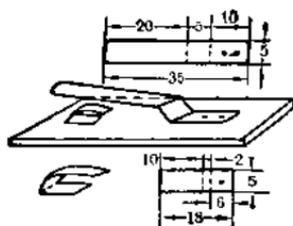

图 6
(2) 电键式开关 照图 6 的尺寸剪取磷铜片一块,用  $3 \times 6\text{mm}$  螺丝,固定在罩子的顶盖上,并在两触点接上导线,用螺帽旋紧,准备在装配时跟电池和灯头接线时用。